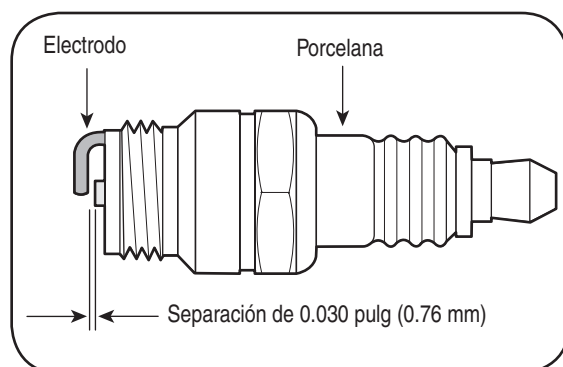

Figura 5-1: Bujía
2. Saque e inspeccione la bujía. Verifique la separación para asegurarse de que está fijada en 0.030". Vea la Figura 5-1.